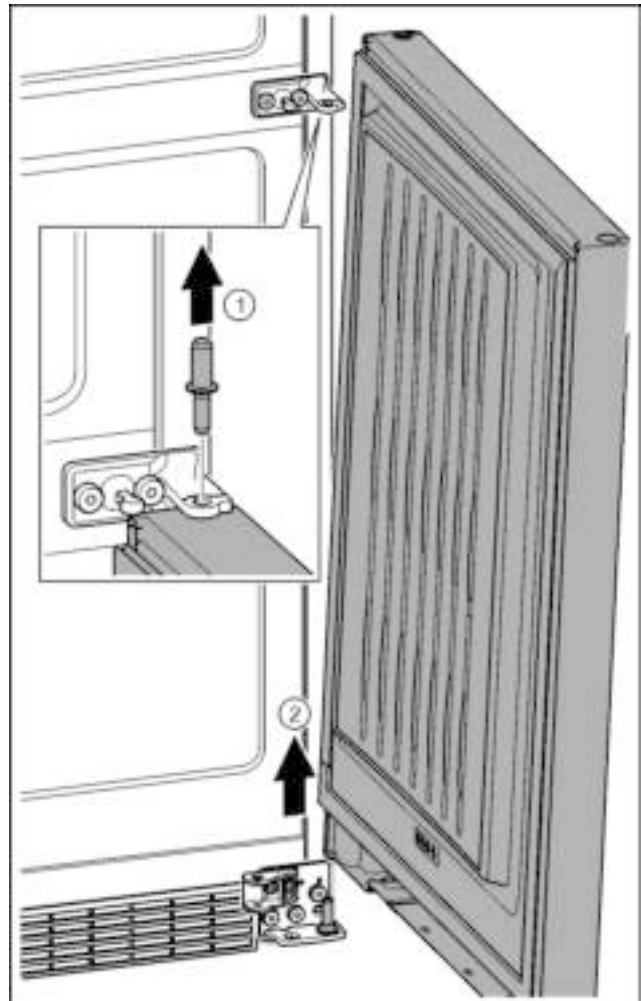

Fig. 22
- ▶ Bouten vanaf de bovenkant eruit trekken. *Fig. 22 (1)*
- ▶ Deur naar buiten draaien, naar boven trekken en aan de zijkant stellen. *Fig. 22 (2)*